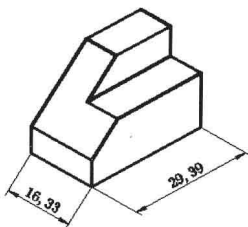

图 7-4-12
(9) 单击“对齐”按钮 \swarrow ，标出轴测图底边AB的尺寸，如图7-4-12所示。